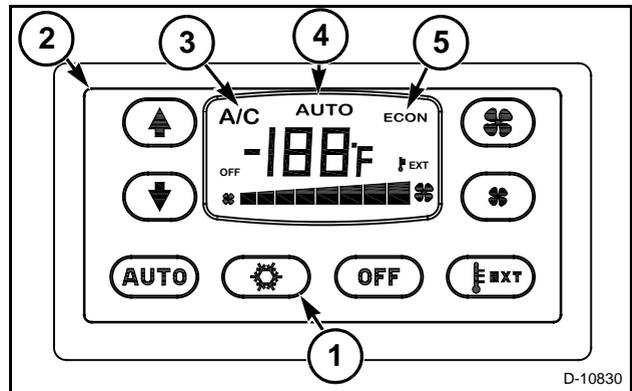

FIG. 50
FIG. 50: La función del aire acondicionado es controlada por el botón A/C (1), ubicado en el panel de control (2). Cuando el aire acondicionado estuviera encendido, el símbolo A/C (3) es exhibido en la pantalla digital (4). Cuando el aire acondicionado estuviera apagado, el símbolo ECON (5) es exhibido en la pantalla digital.